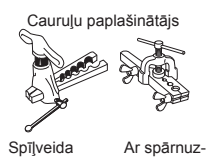

Fig. 4
- 4) Paplašināšanas process (Fig. 4, 5). Stingri ievietojiet vara cauruli darbarīkā, kā norādīts tabulā. Izvēlieties pareizo mm izmēru atkarībā no izmantotā darbarīka.